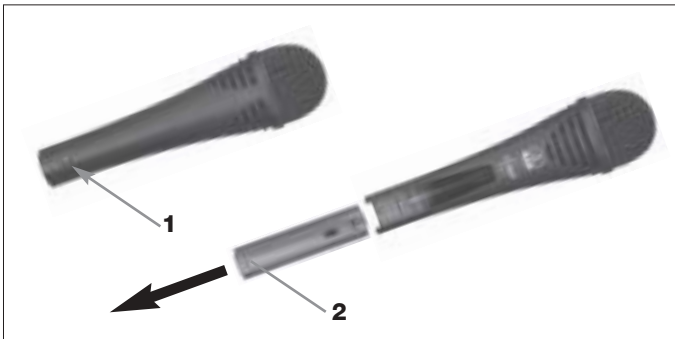

Fig. 6: Desmontaje del módulo de conector XLR
- Véase Fig. 6.
1. Desatornille el tornillo de fijación (1).
2. Retire el módulo de conector XLR (2) del mango del micrófono.
3. Para no perder el tornillo de fijación (1), reinsértelo en la rosca del módulo de conector XLR.